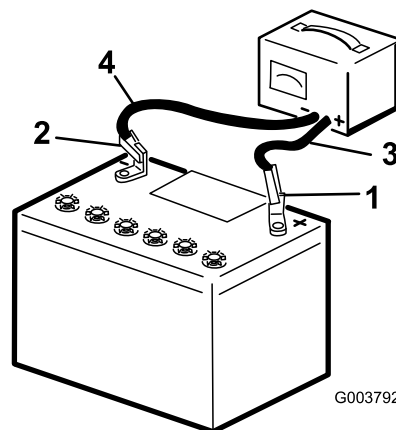

Figura 44
2. Caricate la batteria per 10 o 15 minuti a 25 – 30 A o 30 minuti a 4 – 6 A (Figura 44). Non sovraccaricate.
3. Quando la batteria è completamente carica, staccate il caricabatterie dalla presa elettrica e scollegate i cavi di ricarica dai poli della batteria (Figura 44).